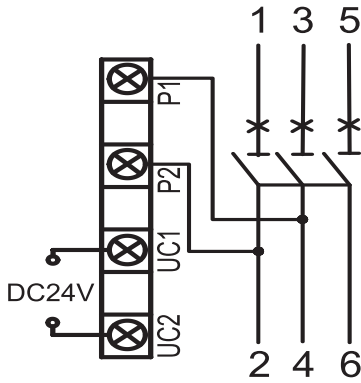
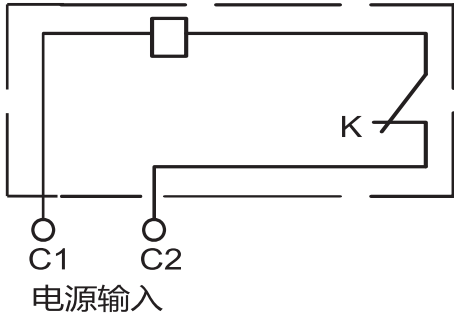

图2 DC24V接线图
图3 AC50Hz、230V、400V接线图
5.4.2.1 分励脱扣器的外加电压介于额定控制电源电压70%~110%之间时,能可靠分断断路器,接线图见图2和图3。